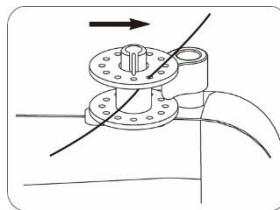

Abb. 31
4. Schieben Sie den Aufspuler in Richtung des Spulenstopps. (Abb. 31)